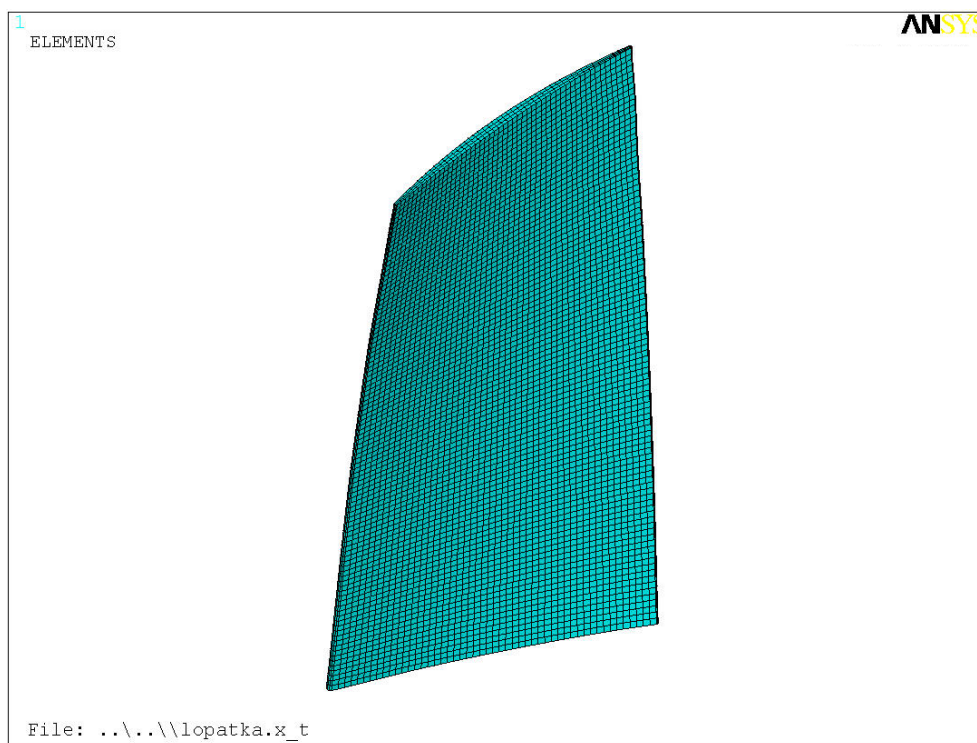

Рис. 8.8. Объемная сетка конечных элементов
- 16) Создайте объемную сетку конечных элементов (рис. 8.8.) вытягиванием поверхностной сетки: **PrPr** → **Meshing** → **Mesh** → **Volume Sweep**;